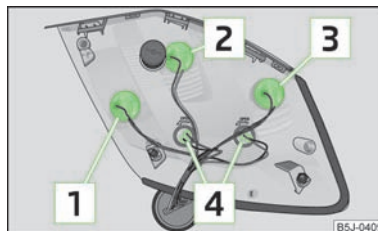

Fig. 155
Remplacement des ampoules dans le feu arrière » fig. 155.
- Pour remplacer l'ampoule, faites tourner la douille de l'ampoule jusqu'en butée en sens **antihoraire** et retirez-la du boîtier » fig. 155.